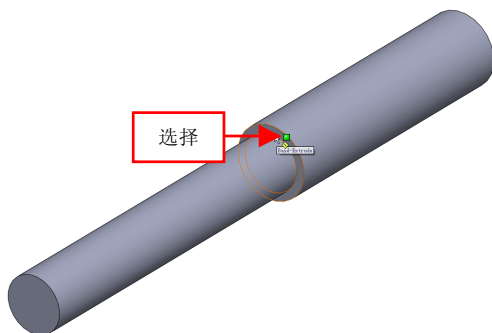

图 7-8 选择合适的圆柱面
(3) 弹出【螺旋线/涡状线】属性管理器, 在绘图区中, 选择合适的圆柱面, 如图 7-8 所示。